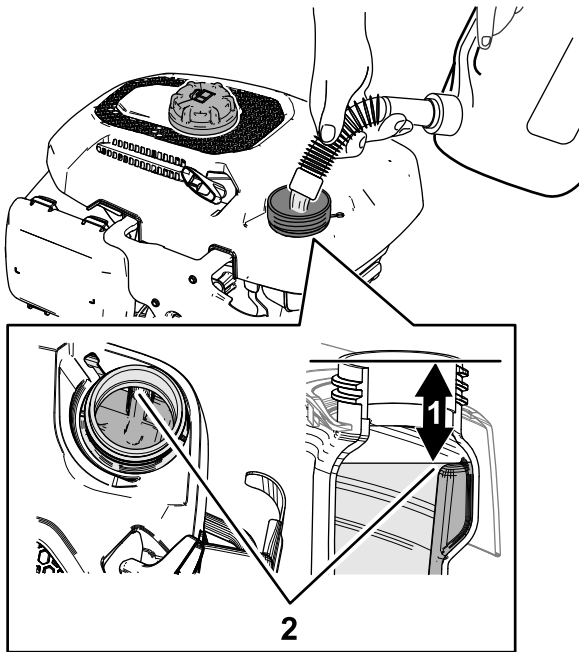

Bild 20
2. Füllen Sie den Kraftstofftank mit dem angegebenen Kraftstoff, wie in Bild 20 dargestellt.